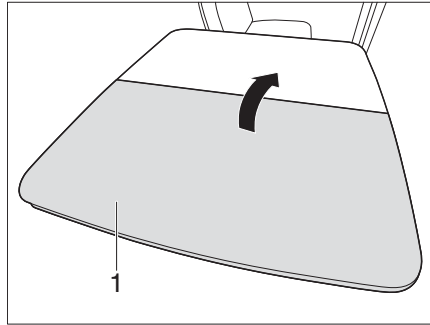

Bild 104 Fäll in fällbordet
- Fäll in bordshalva (Bild 104,1).